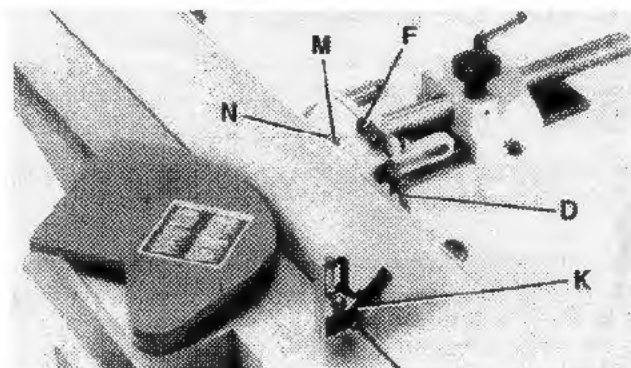

FIGURE 38
5. Basculez l'arrêt pivotant (F) Fig. 38, inclinez le guide vers l'arrière le plus loin possible et serrez la poignée de verrouillage (D). Placez un équerre (K) sur la table et contre le guide et vérifiez si le guide est à 45° vers l'arrière de la table.
6. Si un ajustement est nécessaire, déserrez la poignée de verrouillage (D) Fig. 38, et l'écrou de verrouillage (M). Tournez la vis d'ajustement (N) jusqu'à ce que le guide soit à 45° à la table.